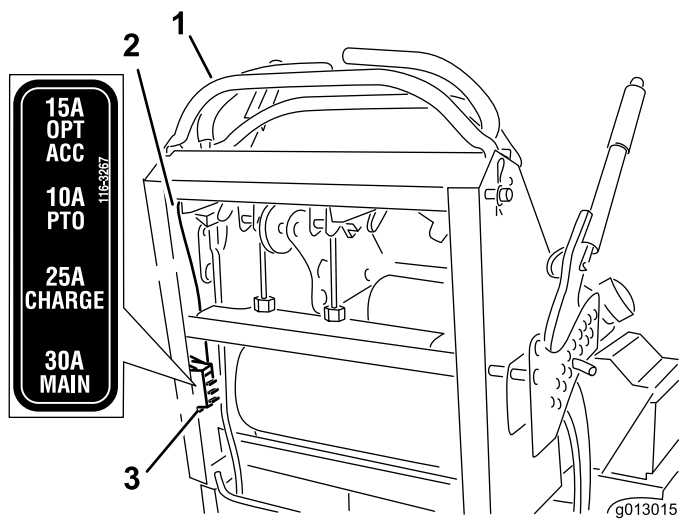

Figura 54
2. Tirate il fusibile per estrarlo e sostituirlo (Figura 54).